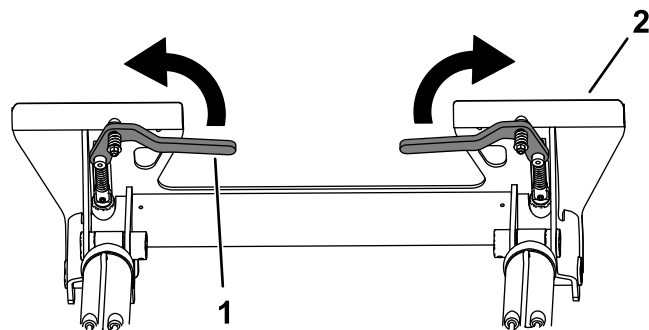

Рисунок 27
2. Поверните рычаги быстроразъемного соединения наружу, чтобы поднять штифты быстроразъемного соединения (Рисунок 27).